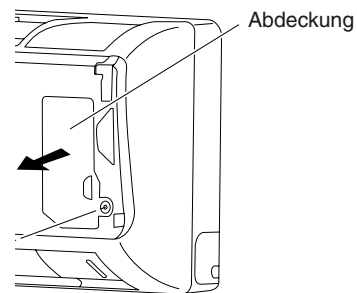

Abb. 3-94
- (1) Das Lufteinlassgitter an beiden Enden fassen und durch Öffnen nach vorne und Ziehen zu sich abnehmen.
- (2) Die Schraube an der rechten Abdeckplatte entfernen und die Abdeckung öffnen. (Abb. 3-94)